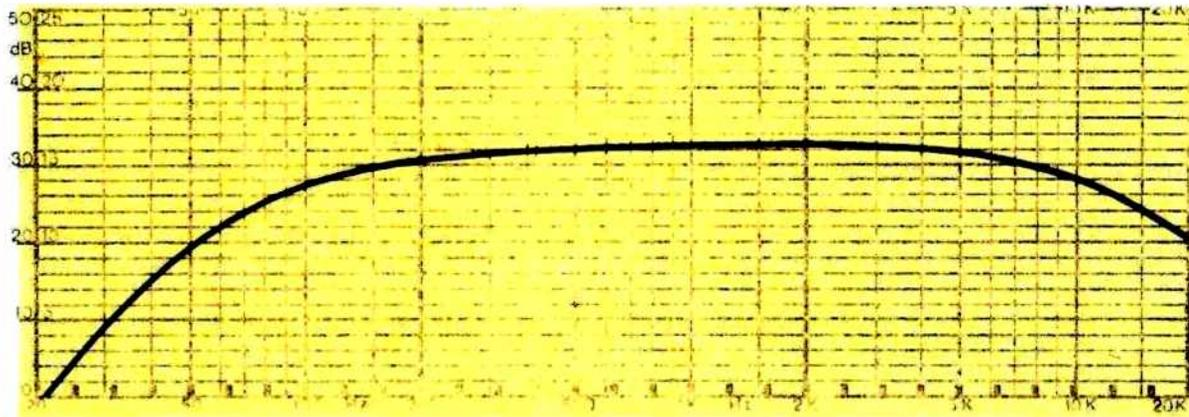

Figure 3 : Courbe de réponse du préampli en linéaire.
De cette façon, le signal distordu contient toutes sortes d'harmoniques et non uniquement (2) l'harmonique 3, qui, lorsqu'il est seul donne une sonorité désagréable. Une analyse fine au distorsiomètre nous a permis d'ailleurs de mettre en évidence la présence d'harmonique 2 caractéristique de son tube bien que l'harmonique 3 reste tout de même prépondérante. Beaucoup de guitaristes vous diront que la distorsion dans les notes graves est assez désagréable (création d'un caffouillis), aussi les condensateurs C4 et C7 coupent les fréquences du bas du spectre de la guitare ; d'autre part, ils isolent en continu les entrées de I1 et I2 et fixent leur sortie au point milieu 0 volt en continu. R9, R10 et P1 forment le circuit de mélange entre signal direct et signal distordu, le curseur de P1 à la masse permettant de par sa position tous les dosages possibles. Notons au passage que deux inverseurs CMOS ont été utilisés afin d'avoir signal direct et distordu en phase. La forte valeur de R9 permet d'atténuer l'amplitude du signal distordu afin d'éviter de brusques sauts de volume lors de la manœuvre de P1. La figure 3 donne la courbe de réponse du préampli en linéaire. Le mélangeur lui-même fait appel à A2 avec sa contre-réaction par P2, R11 et R12, C8 limitant la bande passante dans l'aigu. P2 permet d'annuler le signal et au maximum l'amplifie par 4 avec les valeurs retenues.